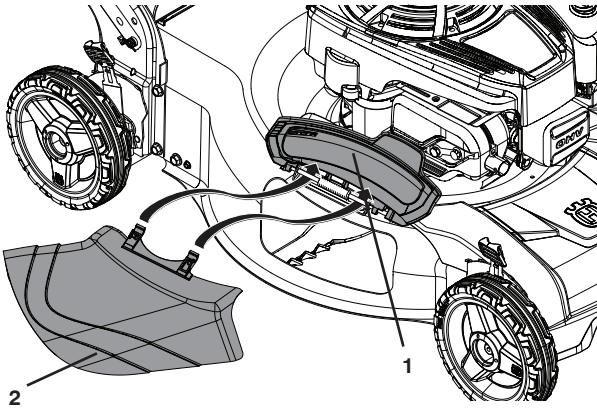

Figure 12
2. Ouvrez la porte de la broyeuse et installez le déflecteur comme montré (Figure 12).